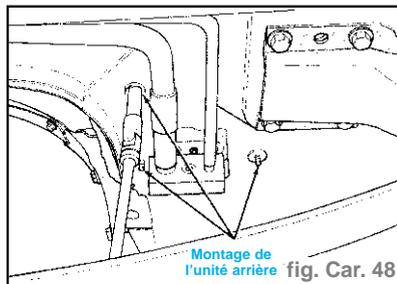

fig. Car. 48
- Déposer les trois écrous de montage au plancher de l'unité de climatisation (fig. Car. 48).